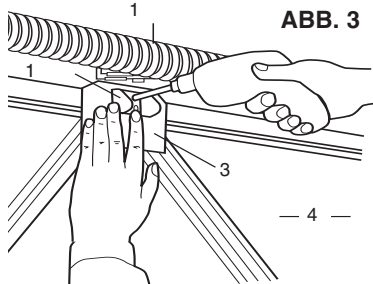

ABB. 3
- Alle Torverriegelungen abmontieren (Abb. 3).